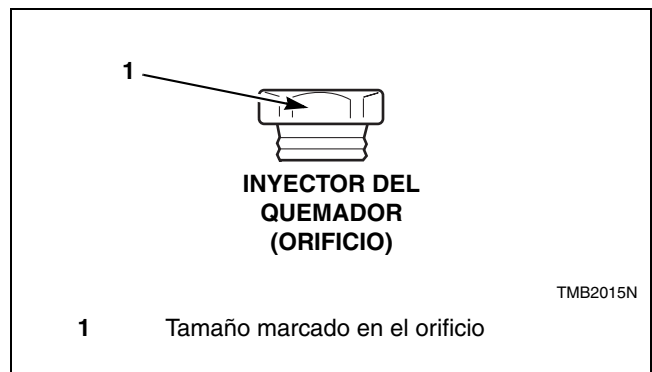

Figura 8
3. Instale el inyector o inyectores correctos nuevos (orificios). Consulte la *Figura 8*. Gire cada uno hasta 9 a 10 Nm.